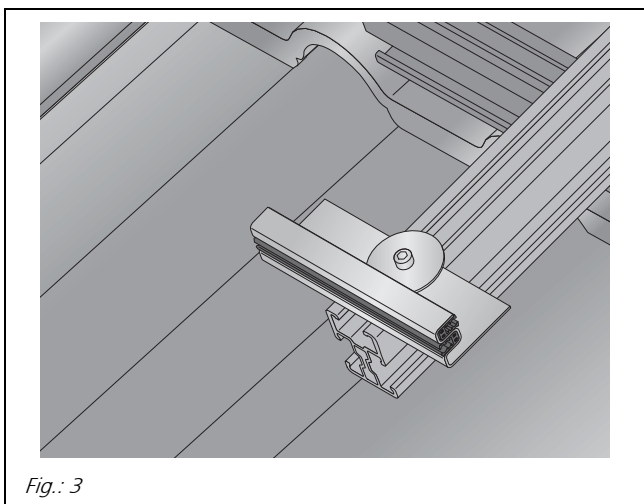

Fig.: 3
- ➔ Pour le montage de modules sans cadre, utiliser exclusivement les pinces de support de module d'origine de Solar-Fabrik AG avec intercalaire en EPDM (voir Fig. 3).